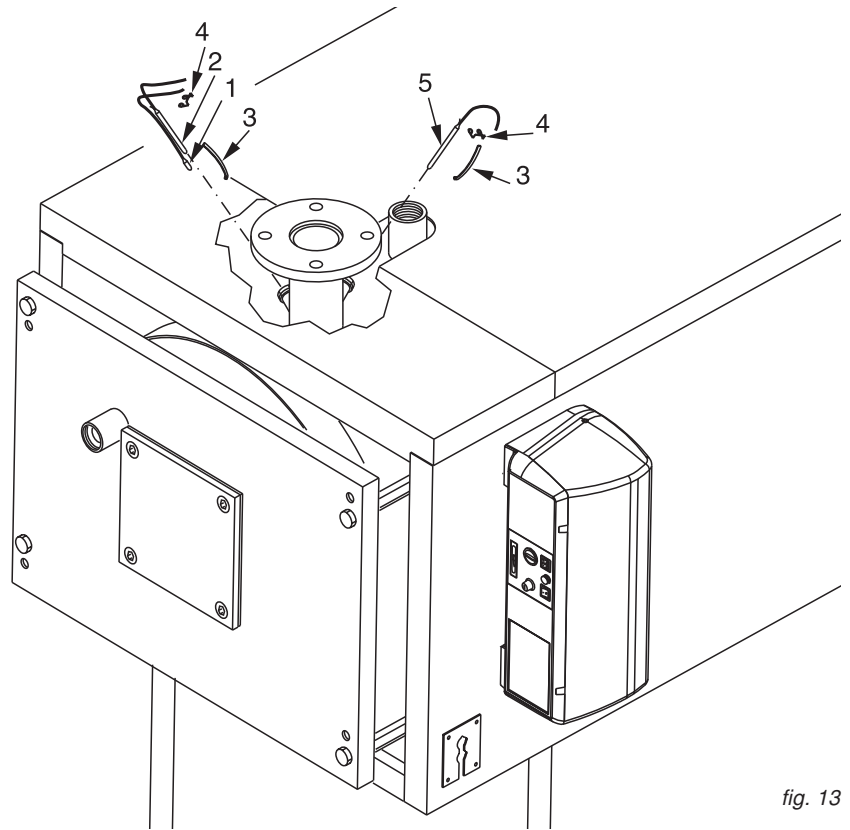

fig. 13
- H) Positionner les panneaux latéraux supérieurs (pos. 10 et 11) en les clipsant simplement sur les panneaux latéraux inférieurs et cela, tout en faisant porter la partie supérieure de ces mêmes panneaux supérieurs dans les encoches prévues à cet effet sur la plaque avant du corps de chauffe de la chaudière.
- I) Insérer dans les doigts de gant situés sur la bride de départ hydraulique supérieure, les bulbes des thermostats comme indiqué sur la fig. 13 et faire passer ensuite les câbles électriques dans les passe-câbles latéraux situés du côté par lequel on souhaite réaliser les raccordements électriques (alimentation 230V - 50Hz, brûleur, pompes de circulation, etc...).